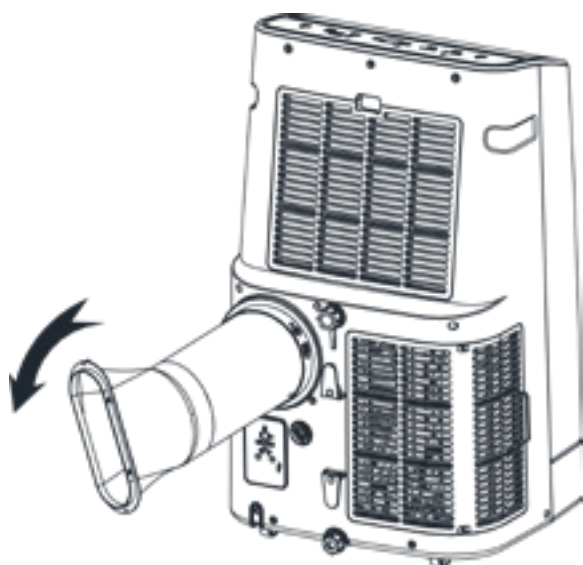

Figure 1
1.1 Installer l'ensemble caloduc (comme illustré à la Fig. 1)
2) insérez l'ensemble du caloduc (l'extrémité du joint d'échappement) dans la fente d'aération du panneau arrière (poussez vers la gauche) et terminez l'assemblage (comme indiqué sur la figure 1).